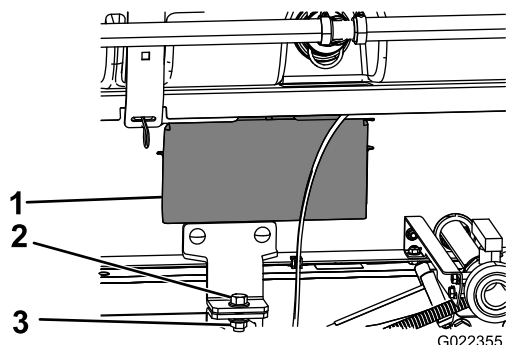

Figura 26
5. Retire los paneles de acceso en ambos lados del bastidor del patín. (Figura 26).
8. Sujete el soporte de sujeción del conjunto del patín al soporte de la plataforma del bastidor en cada lado de la máquina con un perno ($\frac{1}{2}$ " x $1\frac{1}{2}$ ") y una contratuerca ($\frac{1}{2}$ ") como se muestra en Figura 26.